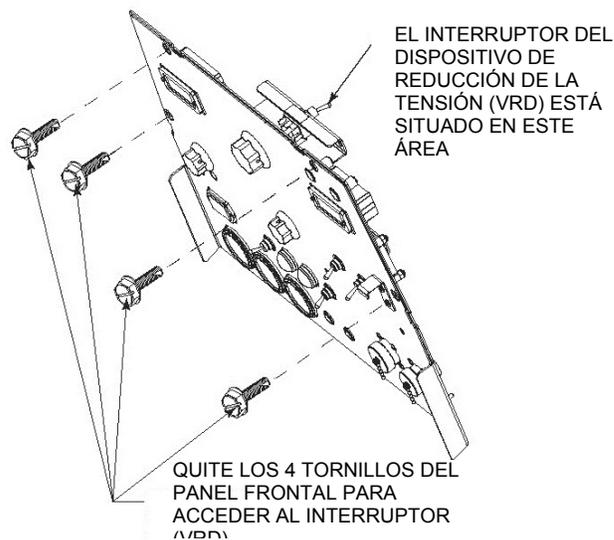

Figura 1
- Baje el panel de control quitando los 4 tornillos del panel frontal. (Figura 1)
- Coloque el interruptor VRD en la posición "On" o "Off". (Figura 1)